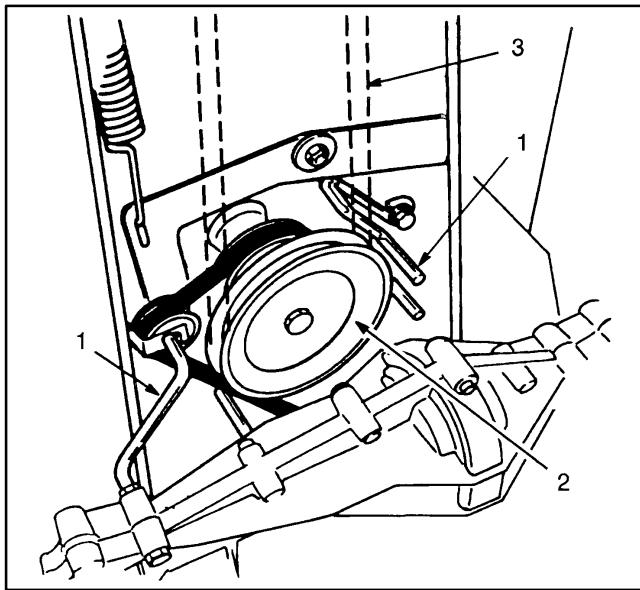

Figure 23
2. Régler la commande de hauteur de coupe au plus bas, desserrer les guides de courroie situés près de la poulie moteur et les écarter en les tournant. Déposer la courroie de la poulie (Fig. 23).
3. Desserrer et déposer (1) la vis de montage qui retient chaque guide de courroie à l'unité de coupe. Ecartez les guides pour les éloigner de la poulie de pivot et déposer la courroie. Vérifier à l'oeil nu que la courroie n'est ni usée, ni endommagée (Fig. 23).